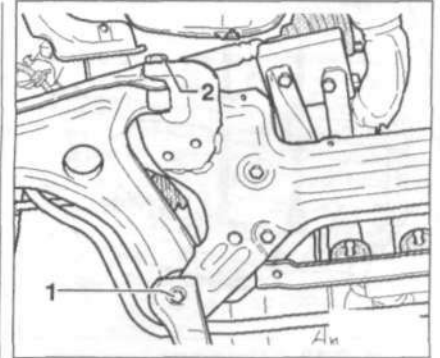

Рис. 9.10. Установите нижний рычаг и вкрутите болты 1 и 2.
10. Установите нижний рычаг и вкрутите болты 1 и 2 (рис. 9.10).